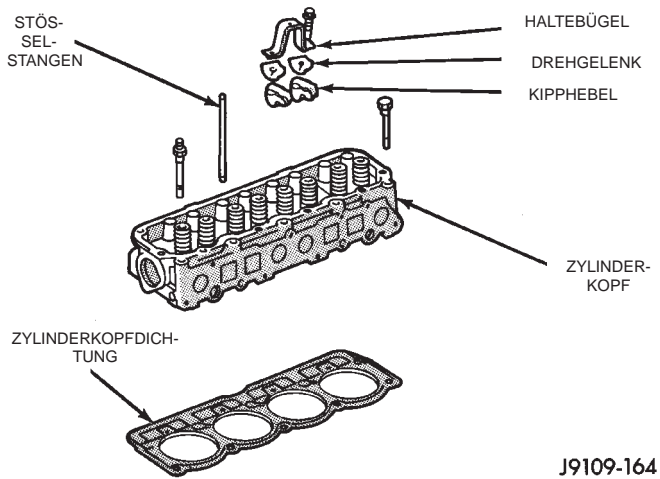

Abb. 36 Zylinderkopf
(11) Haltelasche ausbauen und Kraftstoffleitung ausbauen.
(12) Ansaug- und Auspuffkrümmer vom Zylinderkopf abbauen (siehe hierzu Kapitel 11, "Auspuffanlage und Ansaugkrümmer").
(13) Zündkabel abziehen und Zündkerzen herausdrehen.
(14) Steckverbinder vom Temperaturgeber abziehen.
(15) Zylinderkopfschrauben herausdrehen.
(16) Zylinderkopf und -dichtung abnehmen (Abb. 36).
(17) Wurden die Zylinderkopfschrauben zum ersten Mal herausgedreht, diese auf der Oberseite mit einer Farbmarkierung versehen. Schrauben, die bereits eine Farbmarkierung haben oder von denen nicht bekannt ist, ob sie vorher schon einmal benutzt wurden, dürfen nicht wiederverwendet werden.
(18) Saubere, flusenfreie Lappen in die Zylinderbohrung stopfen.